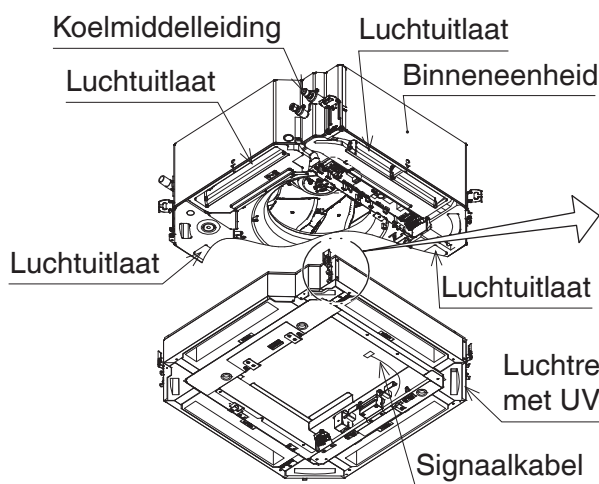

Afbeelding 8
- (1) Verwijder de tape die de voeding en signaalkabels vastzet.
- (2) Verwijder de tape die de haken (filter) (2 locaties) vastzet.
- (3) Verwijder de tape die het vouwfilter (1) vastzet.
- (4) Houd het vouwfilter (1) vast bij het deel aangegeven in **Afbeelding 8** en trek het eruit. (Een ander onderdeel vasthouden kan de plooien van het vouwfilter (1) pletten.)